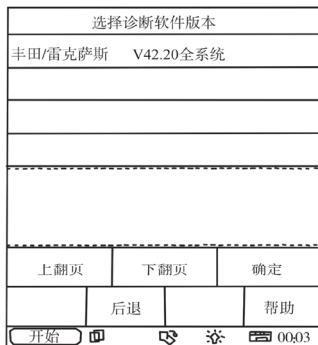

图1-14 显示诊断软件版本
STEP 6 X-431会显示当前的丰田诊断软件版本（见图1-14），软件的版本是不断升级的，版本越高功能越完善，且新版本软件的功能包含低版本软件的功能。